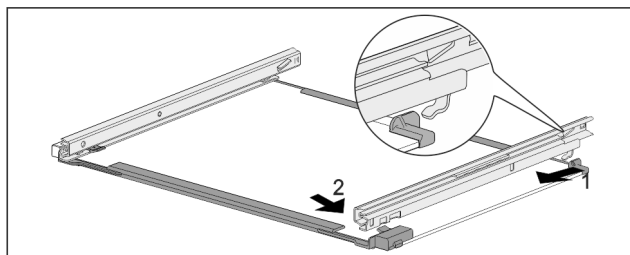

Fig. 173 Steklена plošča z vodili
- Vodilo obesite na kavelj na zadnji strani. *Fig. 173 (1)*
- Vodilo zaskočite na sprednji strani. *Fig. 173 (2)*